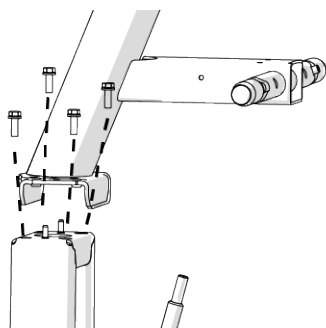

Рисунок 2
1. Установите систему экрана на вершине несущей рамы и закрепите с помощью четырех болтов **1** (см. рисунок 2). Полностью затяните все болты (крутящий момент=20 ньютон-метров).